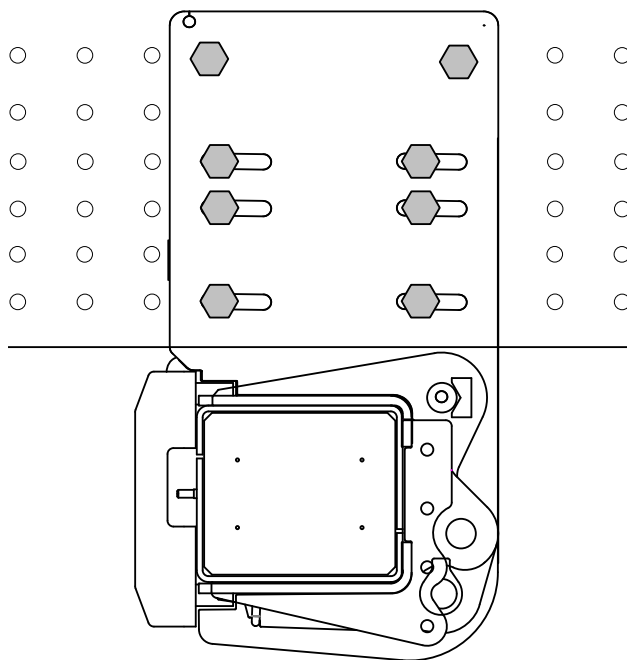

Bild 21. Montering av ramfästet på fordonsram med förborrade hål
- 16 Skruva fast fästena på utsidan av fordonsramen. Montera i de spårformade hålen med minst 6 skruvar. Använd passande skruvar (hållfasthet motsvarande M14 10.9 eller högre) och montera tillhörande bricka och mutter på fordonsramens insida. Montera skruvarna utan att dra åt. Se Bild 21.
- 19 Borra hål i fordonsramen för fästskruvar i respektive fästes två övre runda hål. Använd passande skruvar (hållfasthet motsvarande M14 10.9 eller högre) och montera tillhörande bricka och mutter på fordonsramens insida. Se Bild 21. Dra åt skruvarna med momentnyckel. **Åtdragningsmoment: Standard för vald skruv.**